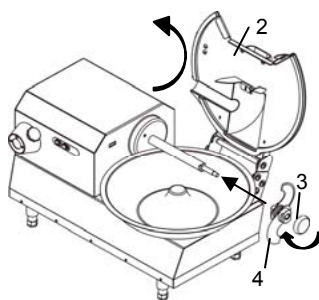

Рис. 6.3.9
- Вставить втулку блока ножей "4" Рис. 6.3.9 на вал
- Завинтить ручку блокирования втулки блока ножей "3" Рис. 6.3.9
- Опустить крышку "2" Рис. 6.3.9.